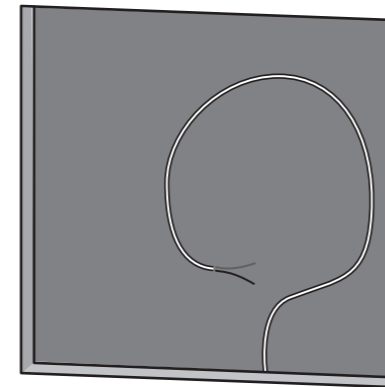

Fig. 13. Speaker Wire
3. スピーカーワイヤーをアンプからこの場所まで配線し、接続に十分なたるみを残します (図 13)。